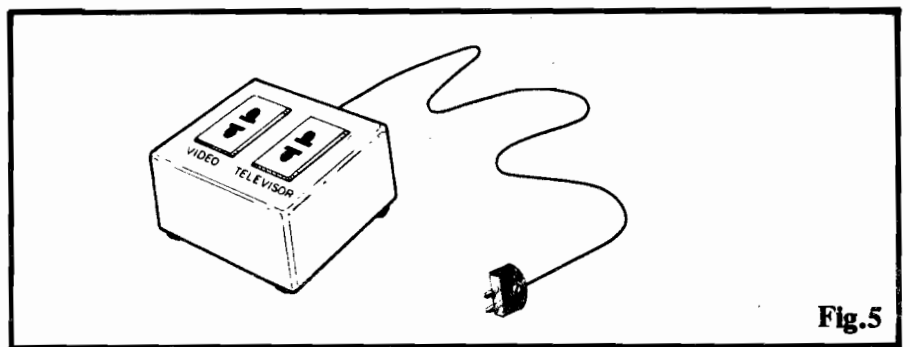

Fig.5
- FIG. 5 - "ENCAIXANDO" O CRECO... - Se o Leitor/Hobbysta usar um **container** conforme sugerido no item **OPCIONAIS/DIVERSOS** da **LISTA DE PEÇAS**, um acabamento conforme mostra o diagrama será mais prático,